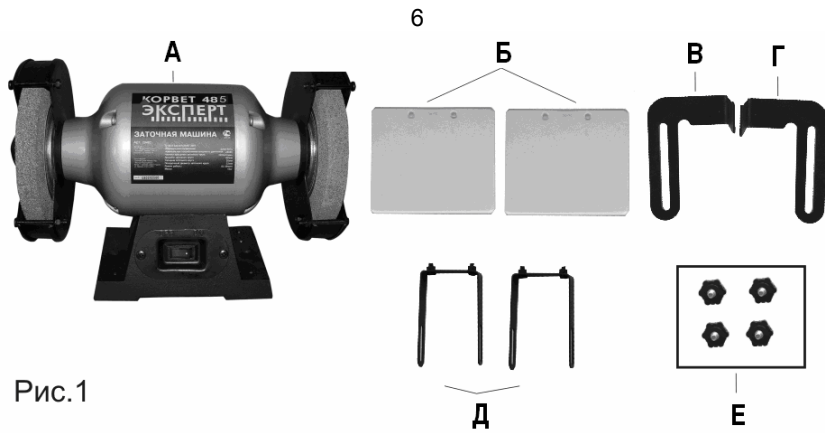

Рис.1
5. КОМПЛЕКТНОСТЬ (Рис. 1)
В комплект поставки входит (Рис. 1):